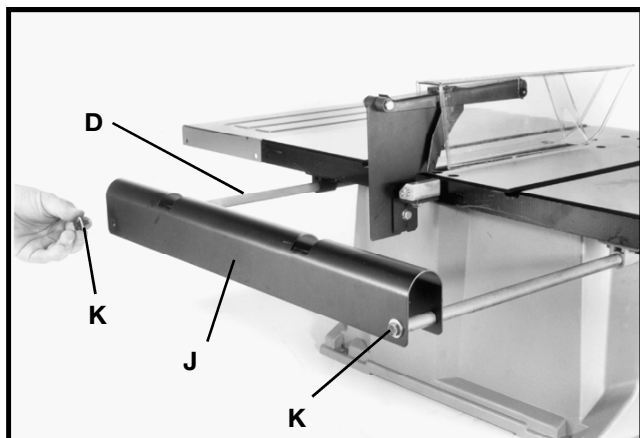

Fig. 32
4. Fixer solidement l'appui arrière (J) fig. 32, aux tiges (D) avec deux vis à tête hexagonale 6,4 mm - 20 x 12,7 mm (1/4 po - 20 x 1/2 po) et rondelles plates de 6,4 mm (1/4 po) (K) comme indiqué.